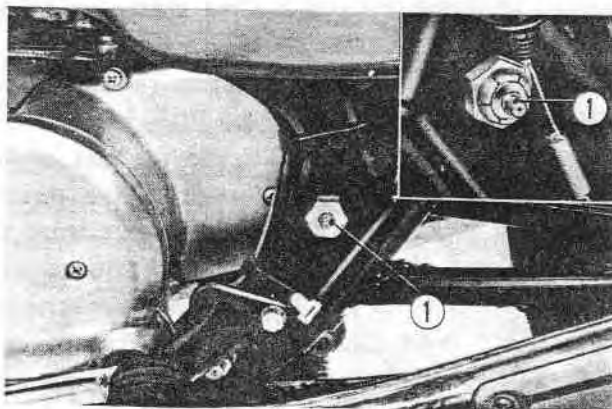

Fig. 19-18 ① Graisseurs
- (1) Injecter de la graisse multi-purpose type NLGI n°2 dans les graisseurs situés des deux côtés de l'axe d'articulation de fourche arrière (Fig. 19-18) tous les 6 mois ou tous les 5.000 km.